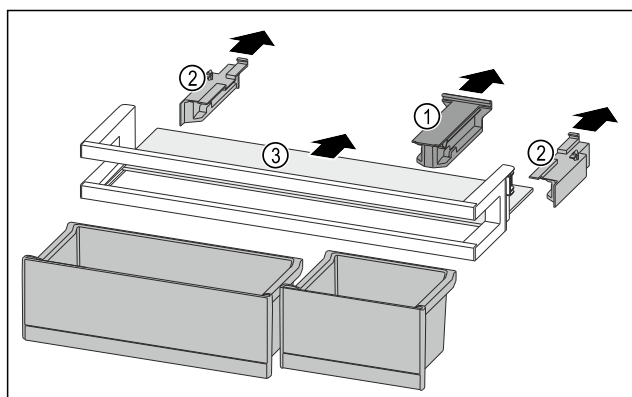

Fig. 264
- Retirer la pièce de retenue Fig. 264 (1).
- Retirer les parties latérales Fig. 264 (2).
- Retirer la tablette de rangement Fig. 264 (3).